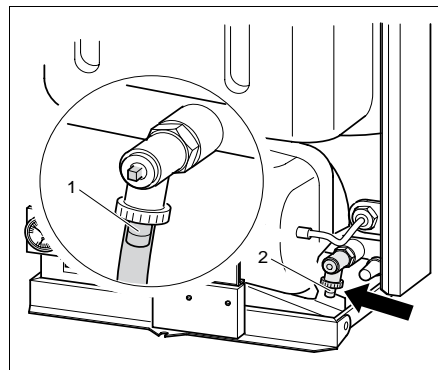

Abb. 8 Füll- und Entleerhahn öffnen
6. Öffnen Sie den Füll- und Entleerhahn mit dem Vierkantschlüssel (Entlüftungsschlüssel) (Abb. 8).